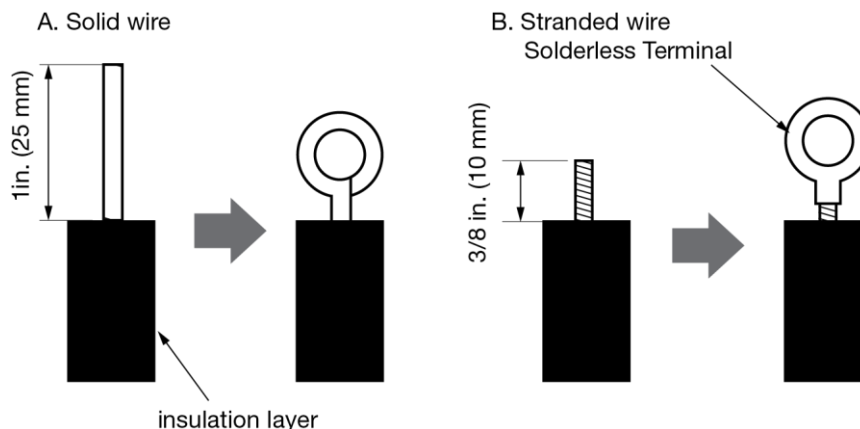

Fig. 37
1. **For solid core wiring (Fig. 37)**
2. **For strand wiring (Fig. 37)**